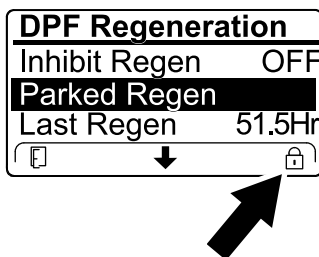

Figure 57
- Si le calculateur moteur demande une régénération d'urgence ou est en train d'en exécuter une, et que vous naviguez jusqu'à l'option PARKED REGEN, la régénération en stationnement se bloque et l'icône de blocage (Figure 57) apparaît en bas à droite de l'InfoCenter.